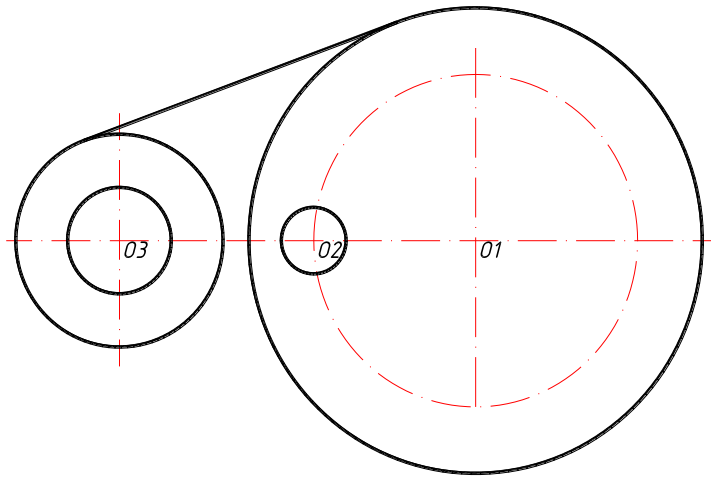

Рис. 4
Построить 4 окружности, см рис.4:
*След. точка*: указать точку на другой окружности, задающий вторую касательную рис. 4.